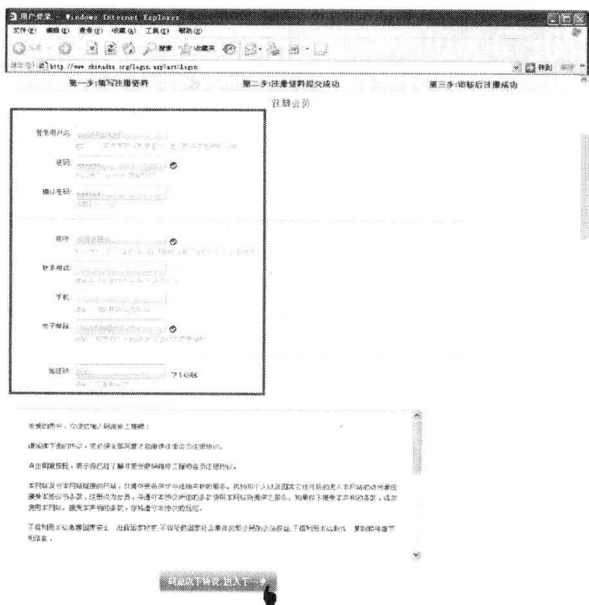

图 7 填写资料
⑦ 若用户名和密码及验证码输入正确, 点击登录后, 页面将转到会员资料界面, 在这里用户可对自己的用户名、昵称、密码、邮箱等信息进行填写或修改, 将所有空缺项都填写完毕后 (例如昵称、手机号、电子邮箱和验证码), 认真阅读会员注册协议, 并点击“同意协议, 进入下一步”注册会员, 如图 7 所示。